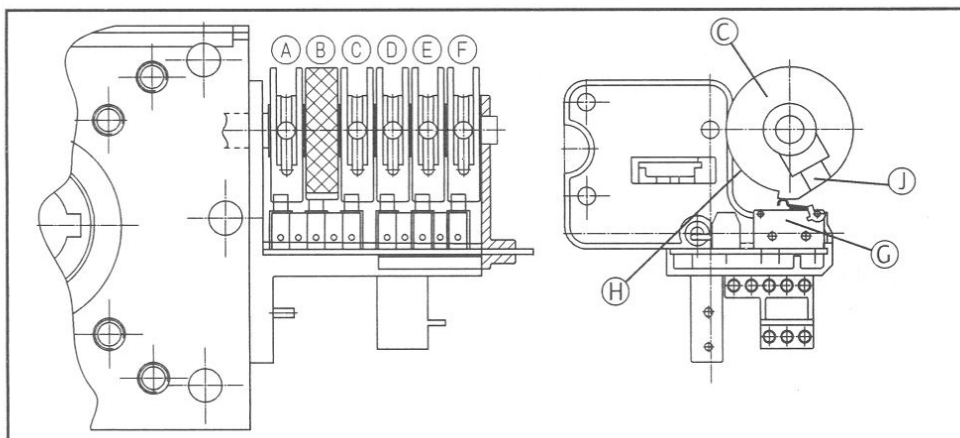

Рис.17 Установка референтной точки
- Отпустите установочный винт (J) управляющего кулачка (B)
- Установите управляющий кулачок (B) таким образом, чтобы зазор между кулачком и контактом выключателя референтной точки (G) составлял 2 мм (см. рис.17 положение H)
- Зафиксируйте данное положение кулачка (B), затянув установочный винт (J).
- Включите сеть и нажмите на кнопку «Заккрыть» (12)